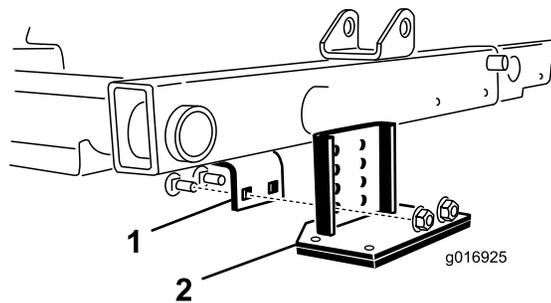

图30
- 2. 找到中心滚刀组上方的机架托架 图30。
- 3. 在按下中心滚刀组前滚筒的同时确定翻斗托架上的哪些孔与机架托架孔对齐以便在翻斗托架安装后能够实现同样的滚筒接触 图30。
- 4. 放下滚刀组用随套件 (图30) 提供的 2 个托架螺栓和 2 个螺母将翻斗托架安装到机架上。